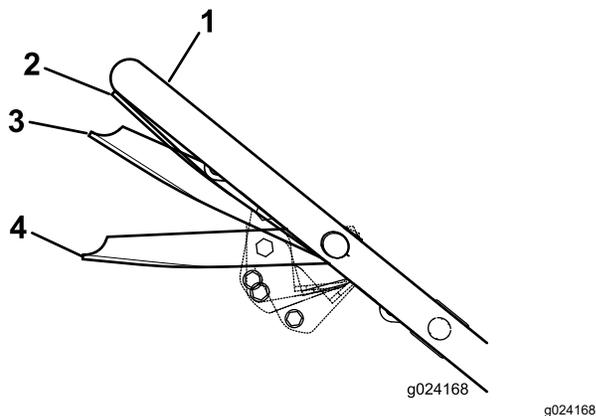

Figura 20
3. Apriete la barra de control de la cuchilla contra el manillar hasta la posición Marcha/avance (Figura 20).
Importante: Si cambia de velocidad mientras aprieta la barra de control de la cuchilla contra el manillar en la posición de Marcha/avance, podría dañar la transmisión. Mueva la barra de control de la cuchilla a la posición Marcha/cambio (Figura 20) antes de cambiar la velocidad de avance.